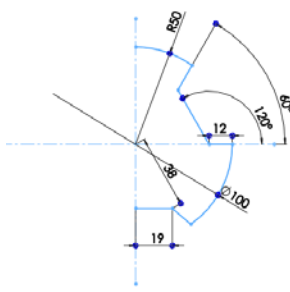

图 2-101 智能尺寸标注
**05** 标注尺寸。单击“草图”工具栏中的“智能尺寸”图标按钮, 进行尺寸约束。单击“草图”工具栏中的“剪裁实体”图标按钮, 修剪掉多余的圆弧线, 如图 2-101 所示。